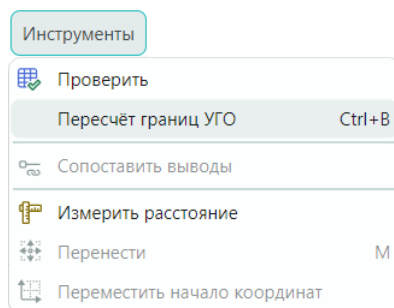

Рис. 49 Перерасчет границ УГО
8. Для корректного отображения границ созданного УГО произведите перерасчет границ. Вызов данной функции доступен в главном меню «Инструменты» → «Перерасчет границ УГО», см. Рис. 49.